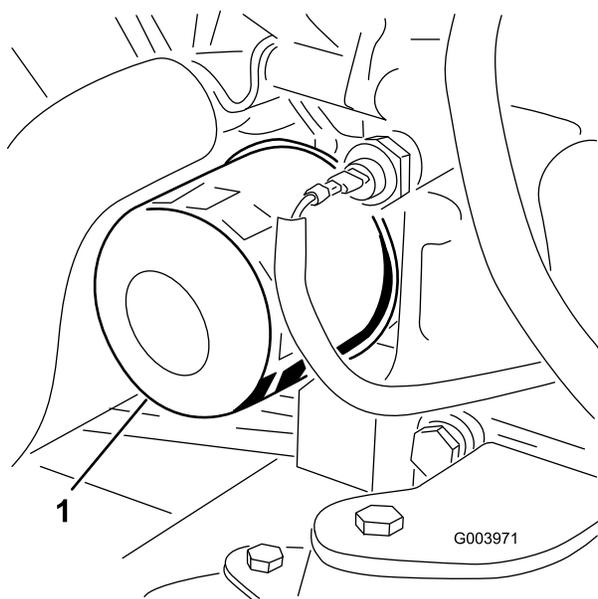

Рисунок 79
3. Снимите масляный фильтр (Рисунок 79).